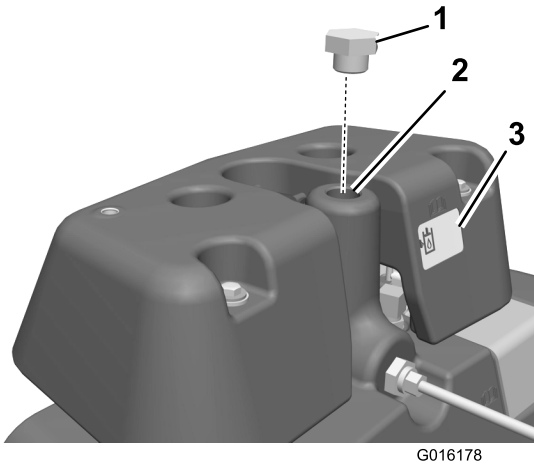

Figura 8
31. Retire y deseche el respiradero, y rellene el depósito hidráulico principal con aceite hidráulico (Figura 8).
32. Instale un tapón en lugar del respiradero (Figura 8).
33. Llene el depósito del detector de fugas con aceite hidráulico hasta que el nivel de aceite llegue al centro de la mirilla del depósito (Figura 8).